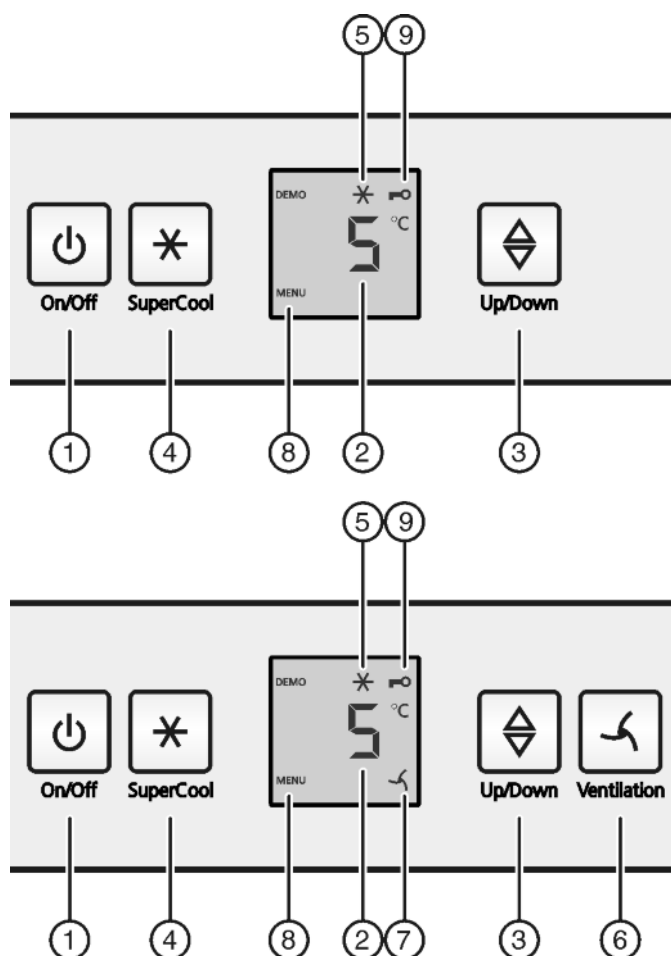

Fig. 2
- Tryck på knappen Till/Från Fig. 2 (1)
- ▶ Tryck i ca. 5 sekunder på Knapp SuperCool Fig. 2 (4).
- ▷ Symbol meny Fig. 2 (8) visas i displayen.
- ▶ Trycka helt kort på Knapp SuperCool Fig. 2 (4).
- ▷ Symbol barnlås Fig. 2 (9) är tänd i displayen.
- ▶ Tryck helt kort på Knapp Till/Från Fig. 2 (1).
- ▶ Öppna temperaturfunktionen: Tryck på inställningsknappen Fig. 2 (3).
- ▶ Temperaturen ändras stegvis med 1 °C åt gången: Tryck upprepade gånger på Inställningsknappen Fig. 2 (3) tills indikeringen för den önskade temperaturen lyser.
- ▶ Tryck kort på knappen SuperCool Fig. 2 (4).
- ▷ Symbolen SuperCool Fig. 2 (5) lyser i displayen.
- ▷ Symbolen SuperCool Fig. 2 (5) slocknar i displayen.
- ▶ Tryck kort på knappen Fläkt Fig. 2 (6).
- ▷ Symbolen Fläkt Fig. 2 (7) lyser.
- ▷ Symbolen Fläkt Fig. 2 (7) slocknar.